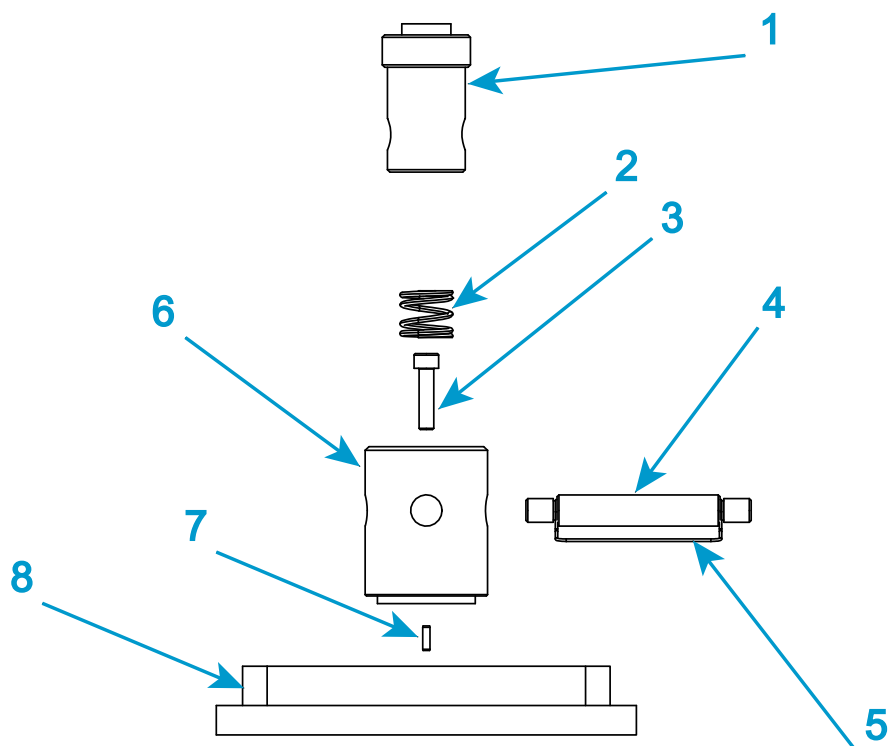

Figura 18. Adattatore di base tipo D
Legenda per Figura 18
1. Solo un perno antirotazione è visibile in Figura 18 perché il secondo perno è allineato direttamente dietro.